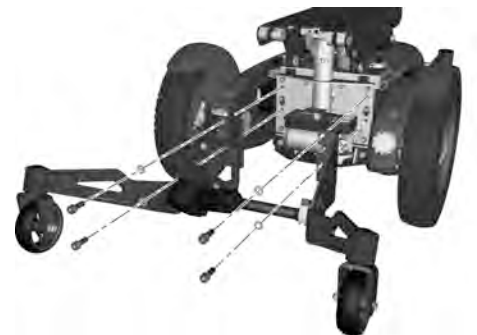

Abbildung 400. Stützradereinheit.
4. Entfernen Sie die Stützradereinheit, sie ist mit vier Schrauben und Scheiben angebracht. Siehe Abb. 400.